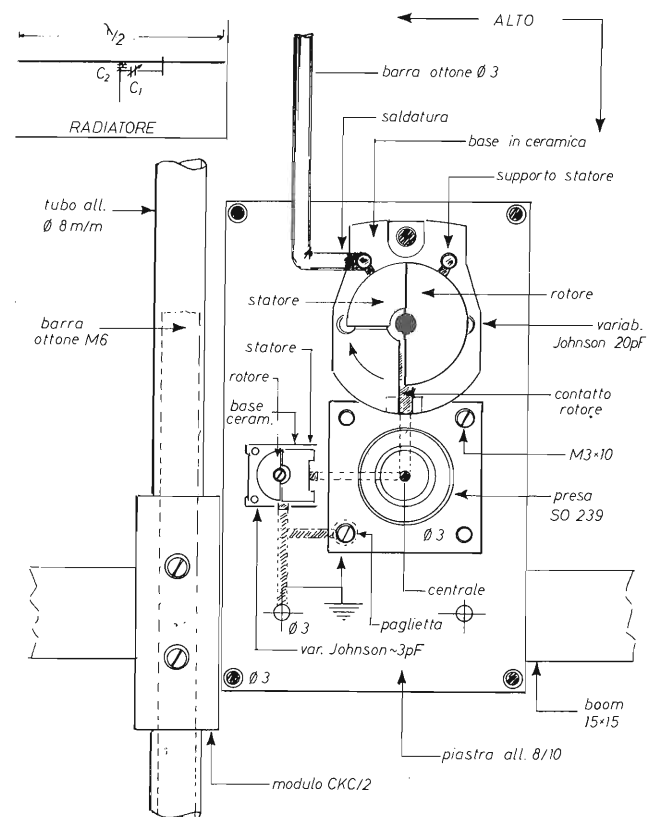
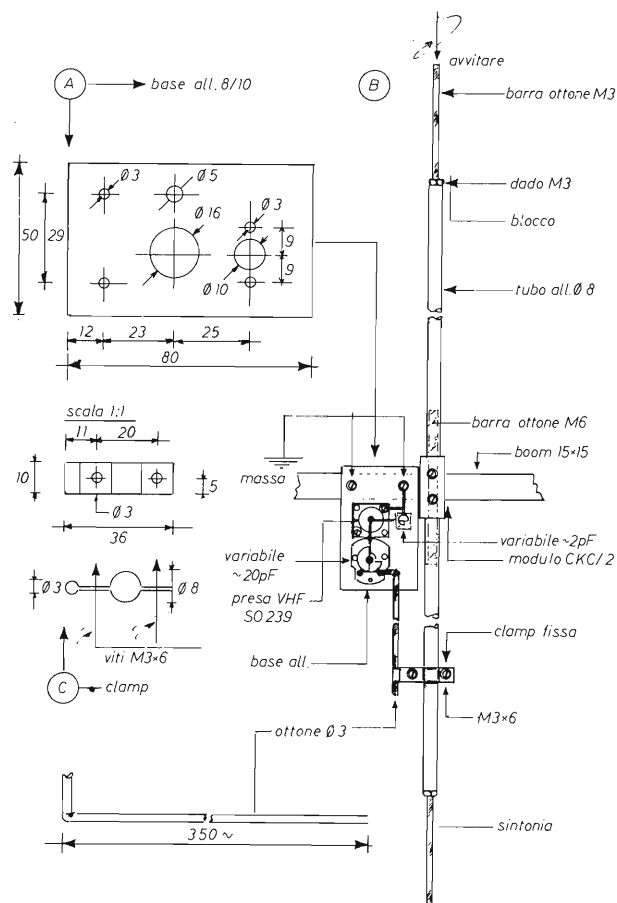

figura 2 - Schema di assemblaggio.
figura 3 - Modulo assemblato.
Tracciare il piano di foratura seguendo lo schema della figura 3/A. Fare molta attenzione alla precisione dei fori, particolarmente a quelli per il condensatore variabile C1 ($\varnothing 3$, $\varnothing 12$, $\varnothing 3$).
Il procedimento è indicato nella figura 3/C.
Una volta in possesso di tutte le parti componenti, compresa la barretta di ottone $\varnothing 3$ mm, tagliata a conveniente misura, — vedi figura 3/B — si può procedere
e) Inserire la clamp di cortocircuito elettrico e bloccarla in posizione con viti e dadi M3. Il modello assemblato si deve presentare come nella figura 3/B, con vista dall'alto. Per i dettagli sui collegamenti elettrici, osservare la figura 2 in scala volutamente ingrandita.